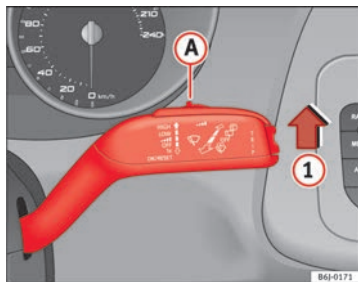

Fig. 67 Levier d'essuie-glace
- Placez le levier d'essuie-glace en position ① ⇒ fig. 67.